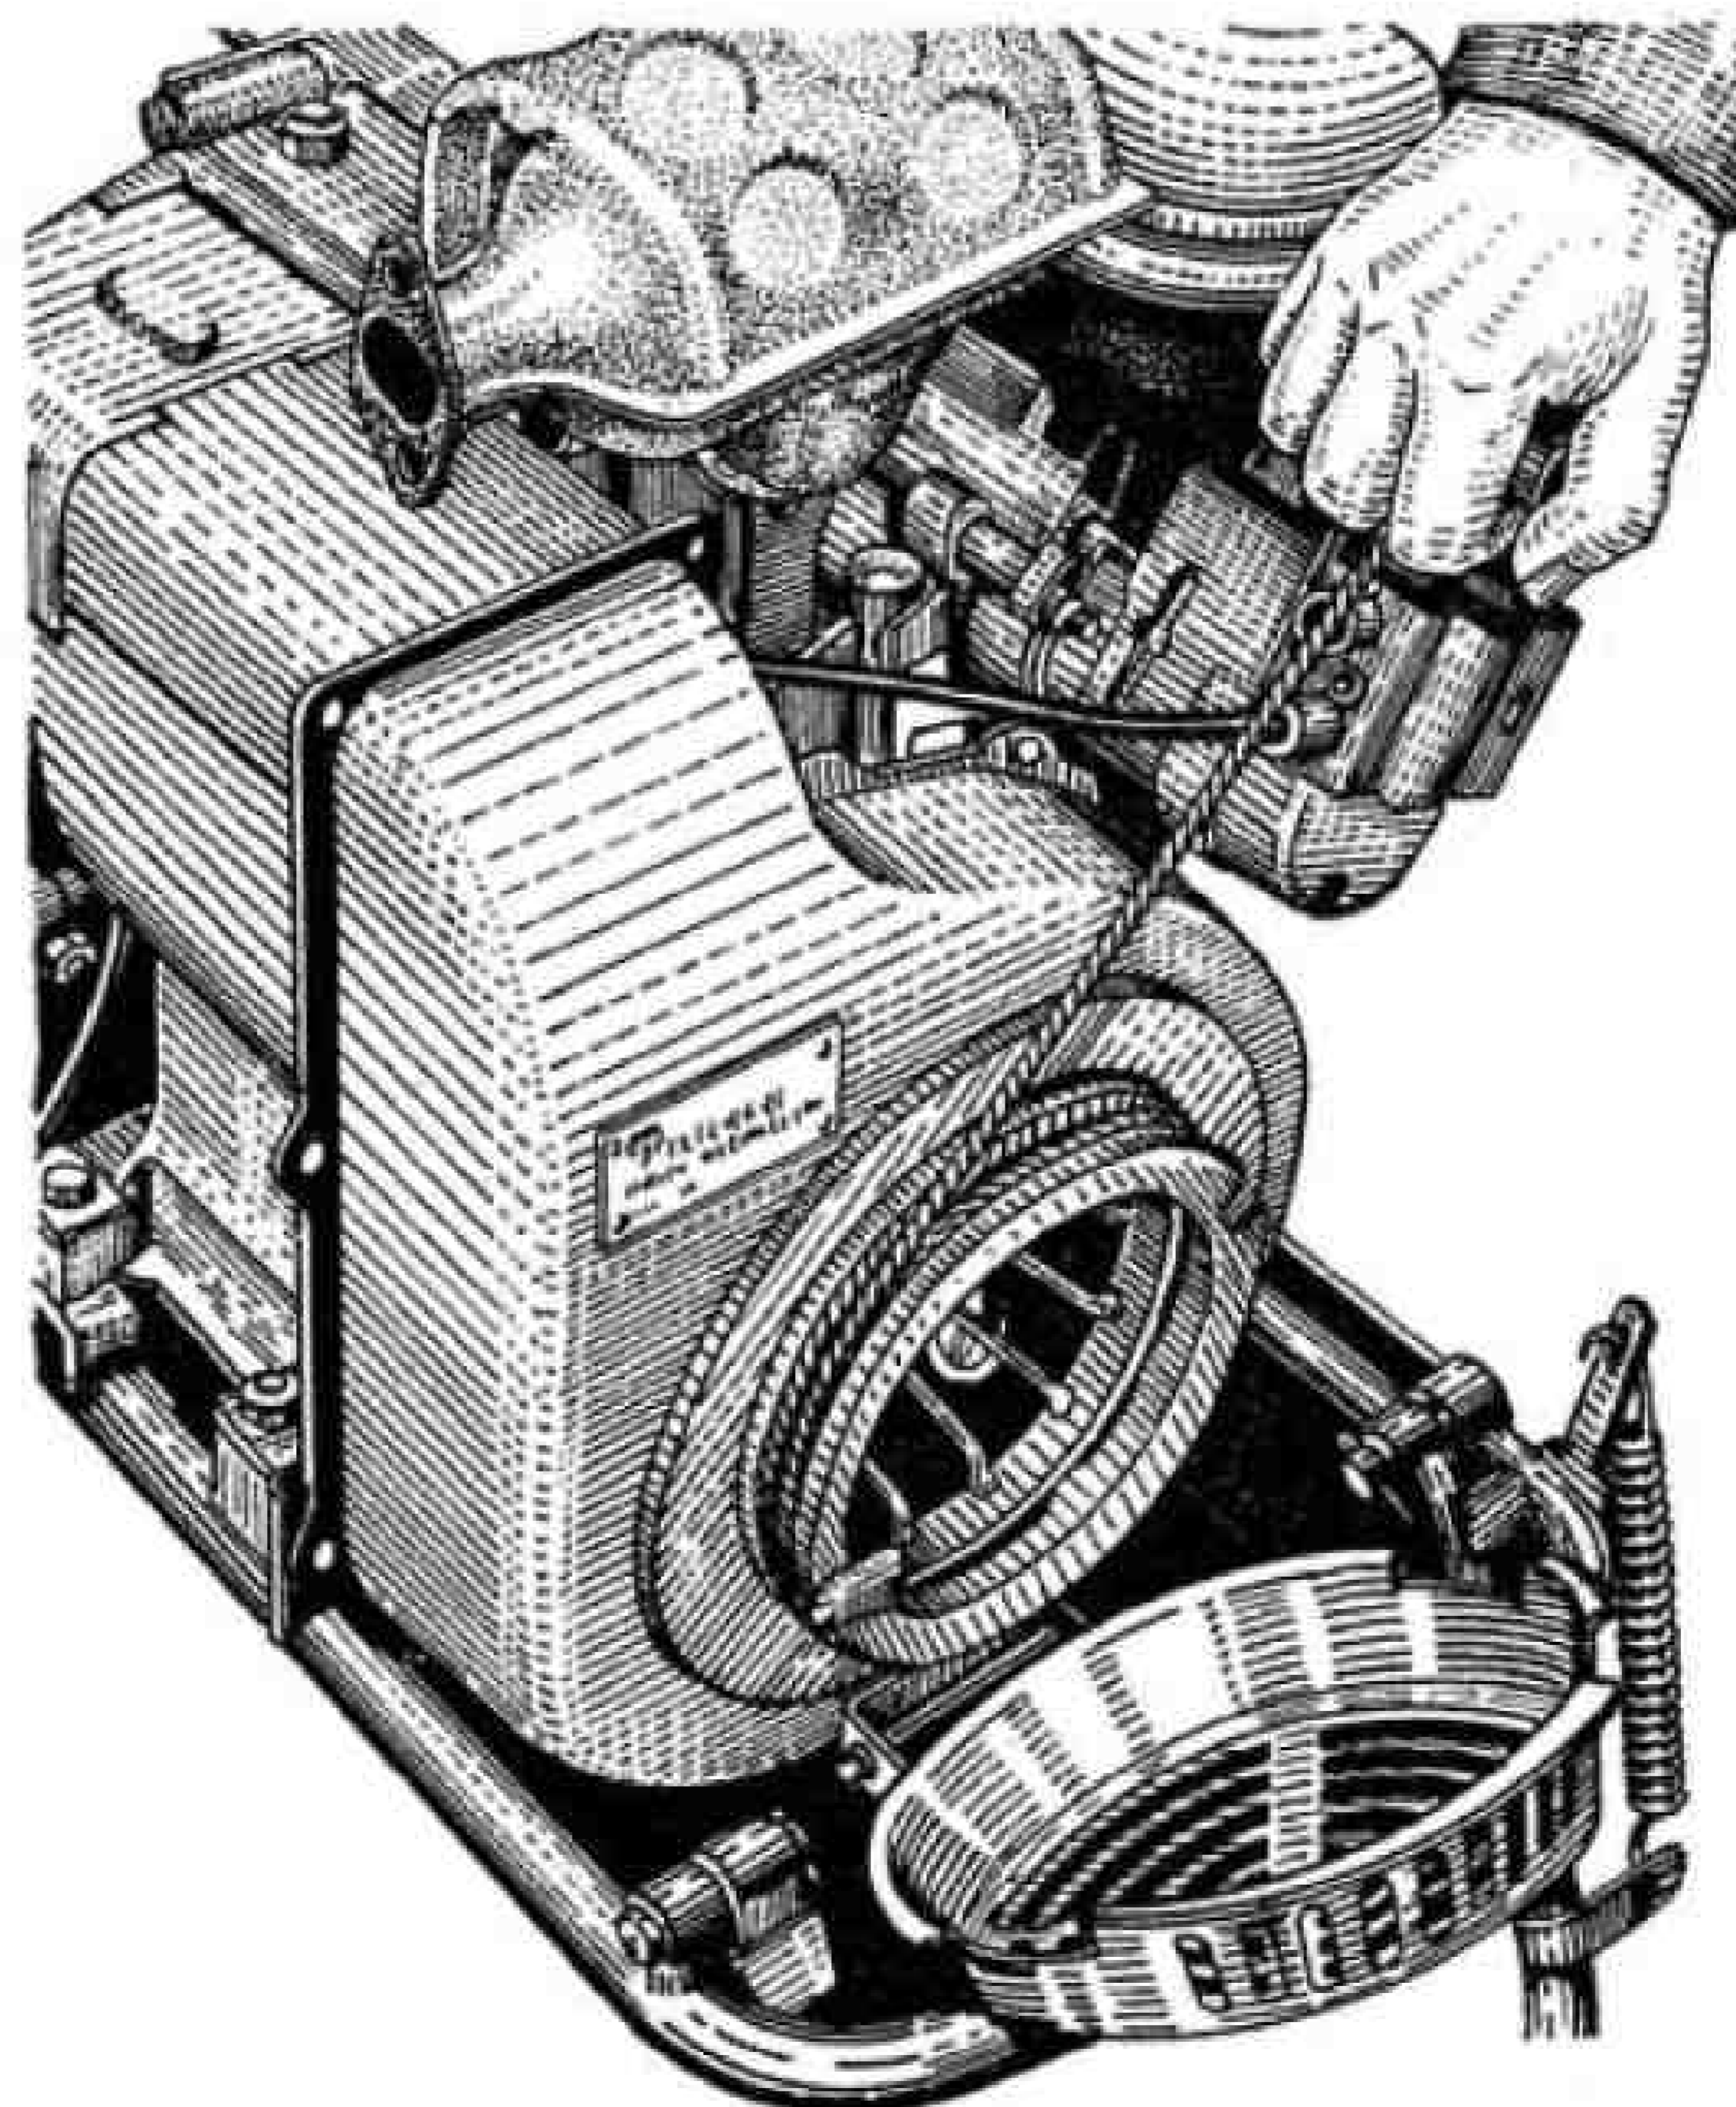

Рисунок 17 – Запуск двигателя
6.2.5 Наматывайте пусковой шнур (по часовой стрелке, если смотреть на двигатель со стороны шкива) на ручей пускового шкива (рис.17), при этом узел шнура должен войти в паз на боковой поверхности шкива, а расстояние между рукояткой пускового шнура и шкивом должно быть 25-30 см. Поверните коленчатый вал до начала хода сжатия в цилиндре, а затем, резко потянув за пусковой шнур, запустите двигатель.